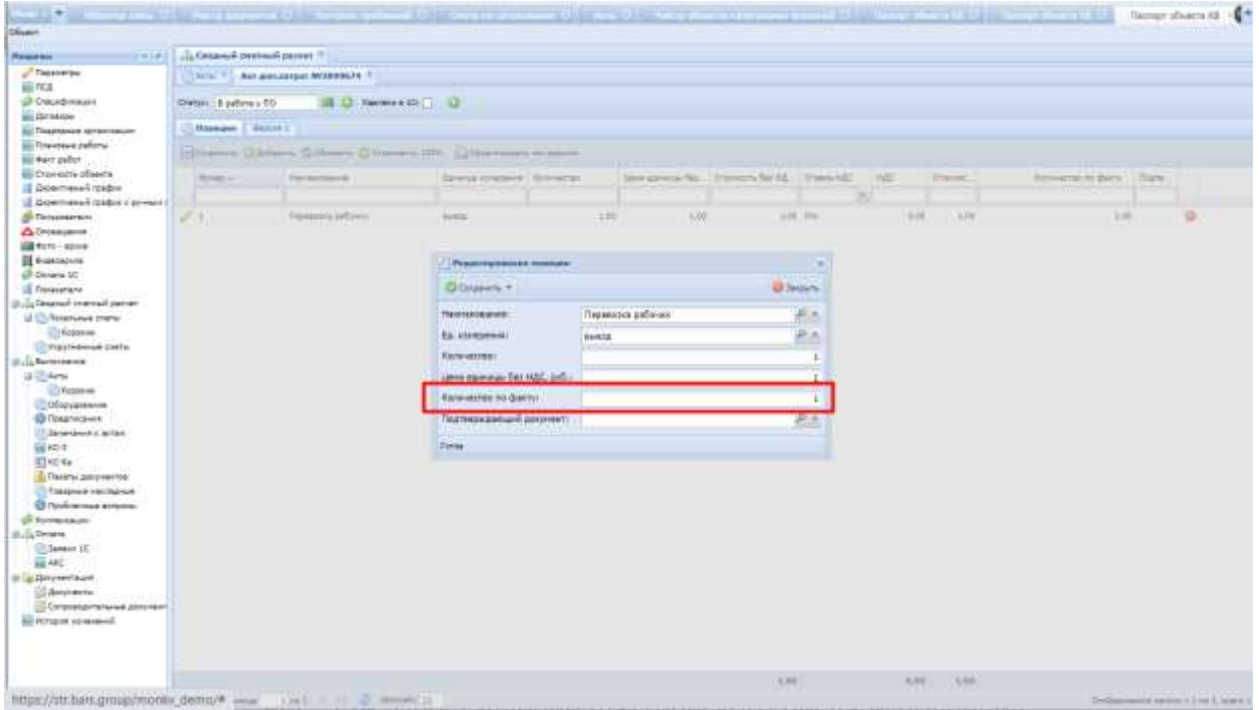

Рис. 144. Проставление фактического числа исполнения
- 4) проставить фактическое число исполнения – нажатием на функциональный элемент  по позиции. В открывшемся окне ввести значение по полю «Количество по факту» и нажать «Сохранить» (Рис. 144).